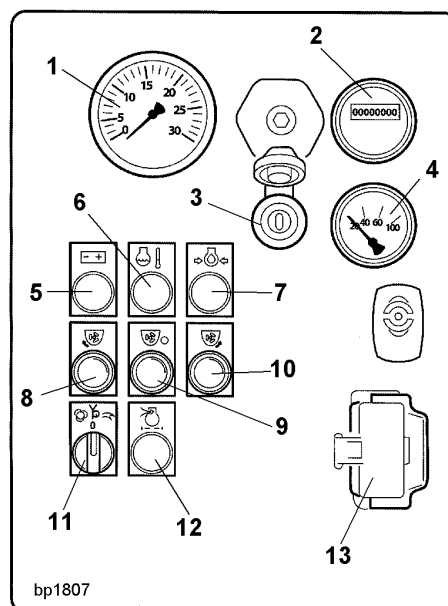

Fig. 1
- Arranque el mecanismo agitador por medio del pulsador 8 o 10 en el pupitre de mando (Figs. 1 + 2).
- Arranque la bomba de hormigón por medio del mando a distancia (Fig. 1).